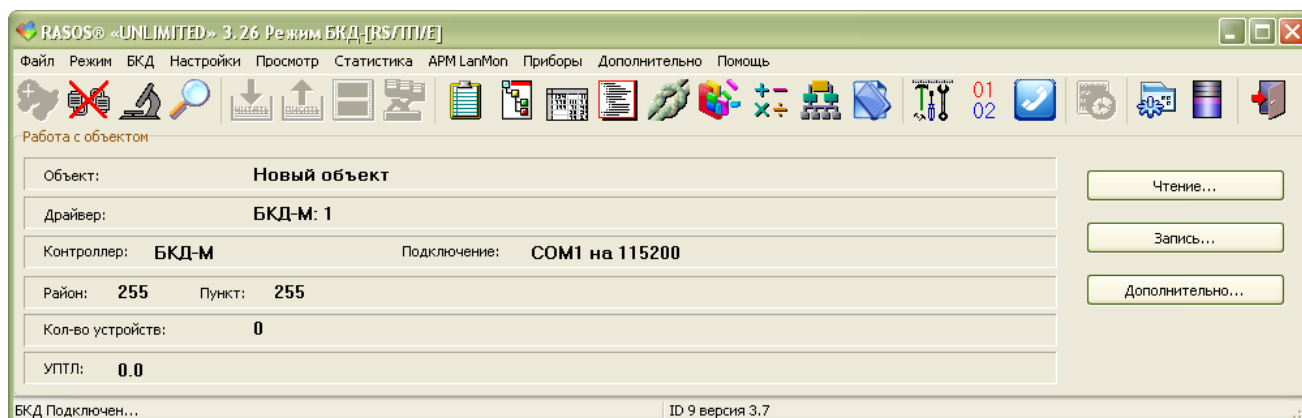

Рисунок 7 - Подключение к БКД-М
Выполнить подключение к блоку командой «БКД \ Подключение». Откроется окно, в котором текущая версия программного обеспечения БКД-М отображается в строке «БКД-М версия» (рисунок 7).
2) Подключиться программой RASOS к блоку БКД-М (рисунок 7).
- 2) Подключиться программой RASOS к блоку БКД-М (рисунок 7).
- 2) Подключиться программой RASOS к блоку БҚД-М (рисунок 7).